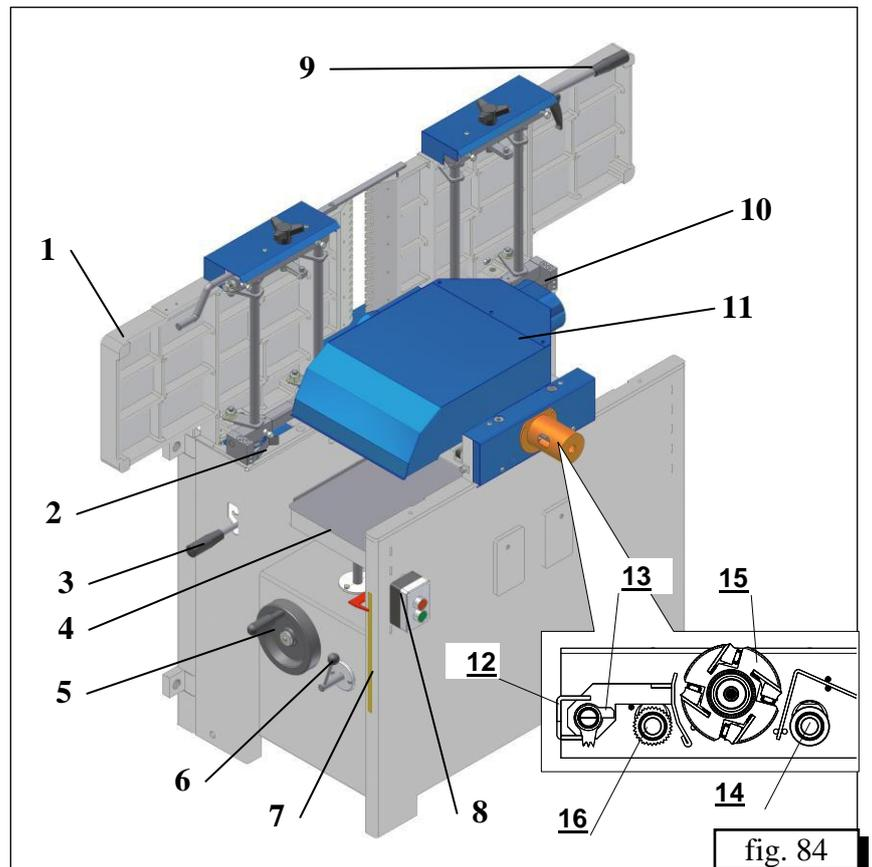

fig. 84
La raboteuse est composée des éléments suivants (fig. 84):
**Réglage de la machine pour travail sur la raboteuse (fig. 84)**
- ⇓ Débloquez (a l'aide de la manette 8 (fig. 68), en la tournant et tirant) et ouvrez la table de travail d'entrée 9 (fig. 84).